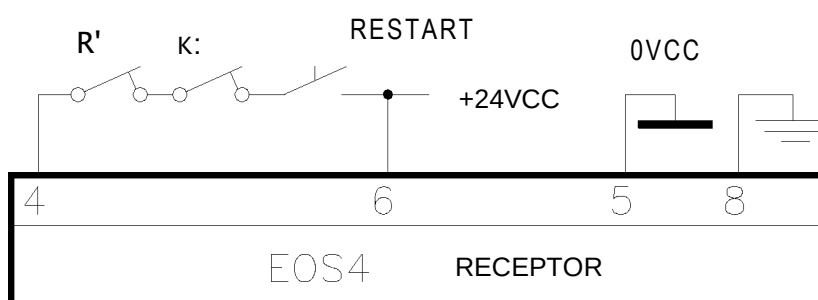

Figura 20 – Manual com Feedback K1K2
| K1_K2/restart (PIN 4) conectado a: 24 VCC (via botão REARME e contatos NF de K1K2) | SEL_A (PINO 5) conectado a: 0VCC  | SEL_B (PINO 6) conectado a: 24VCC | MANUAL com controle de K1K2 (Figura 20)     |
- ✱ No caso de operação manual, o botão RESTART em série com os contatos NF (feedback) dos contadores externos K1 /K2 (Figura 20) também deve estar presente.